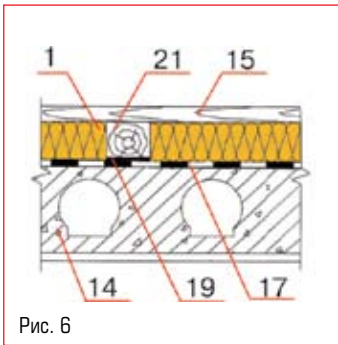

Рис. 6
– железобетонные перекрытия с деревянным настилом по лагам. Используют легкие плиты *УЛЬТРАЛАЙТ*, *ИЗОЛАЙТ-Л*, *ИЗОЛАЙТ*, *ИЗОЛАЙТ ЛЮКС*, *ПП-60/80*, *П-75/125* (рис. 6);